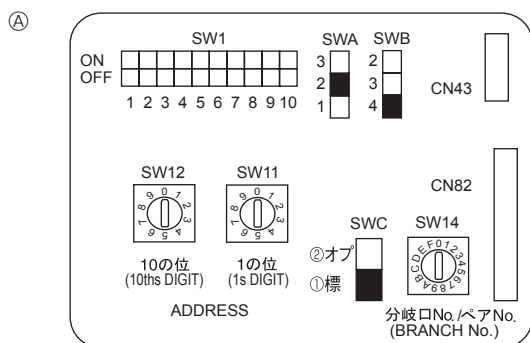

Fig. 4-4
4.6. Установка переключателей при высоком потолке или при именовании числа выходов воздуха (Fig. 4-4)
④	4 направления	2,5 м	2,7 м	3,5 м
③	3 направления	2,7 м	3,0 м	3,5 м
②	2 направления	3,0 м	3,3 м	3,5 м
4.7. Определение температуры в помещении встроенным датчиком пульта дистанционного управления (Fig. 4-4)
- ③ Беспроводной пульт дистанционного управления (при установке беспроводного ресивера сигналов)
4.5. Установка адресов (Fig. 4-4)